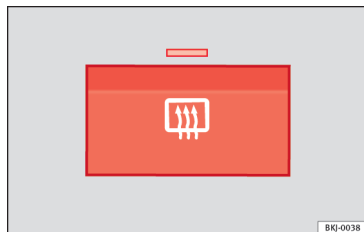

Fig. 150 Vicino ai comandi del climatizzatore: interruttore del lunotto termico.
- Premere l'interruttore di disappannamento  »»» **fig. 150**